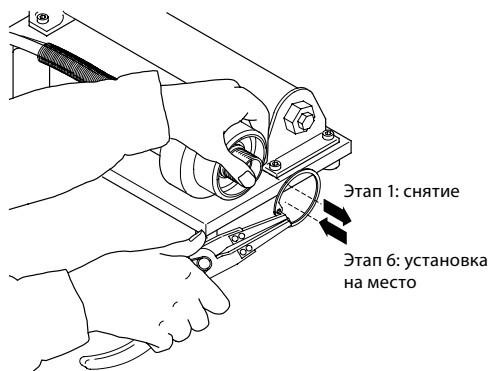

Рис. 1 Снятие / повторная установка стопорного кольца
1. Извлеките **стопорное кольцо** из **гидравлического корпуса** с помощью **плоскогубцев для стопорных колец**. См. рис. 1.
6. Установите **стопорное кольцо** на место в **гидравлический корпус** с помощью **плоскогубцев для стопорных колец**. См. рис. 1.